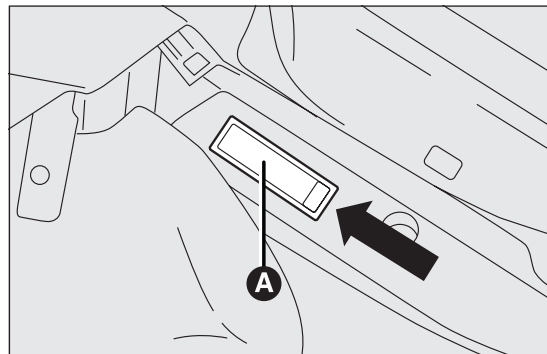

РИС. 122
- с помощью отвертки из комплекта инструментов извлечь плафон А РИС. 122, воздействуя в указанной точке;